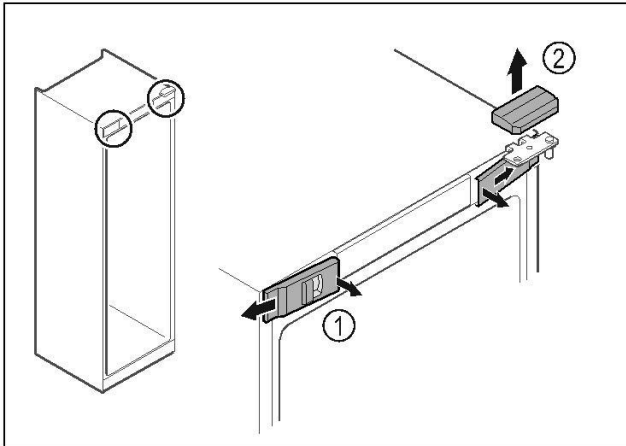

Fig. 12
- || Voorste afdekking Fig. 12 (1) binnen ontgrendelen en naar de zijkant toe verwijderen.
- || Bovenste afdekking Fig. 12 (2) naar boven toe verwijderen.